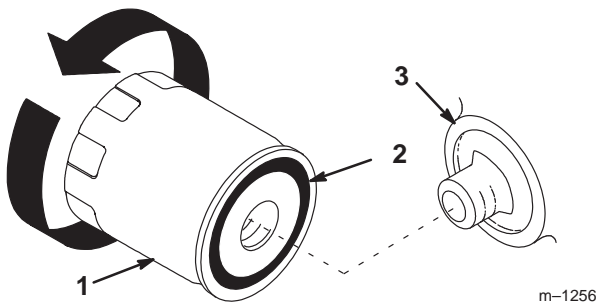

Figure 18
2. Déposez le filtre à huile usagé et essuyez la surface du joint de l'adaptateur (Fig. 18).
4. Appliquez une fine couche d'huile propre sur le joint en caoutchouc du filtre de rechange (Fig. 18).
5. Posez le filtre à huile de rechange sur l'adaptateur. Tournez le filtre dans le sens horaire jusqu'à ce que le joint en caoutchouc touche l'adaptateur, puis donnez de 2/3 à 1 tour supplémentaire (Fig. 18).